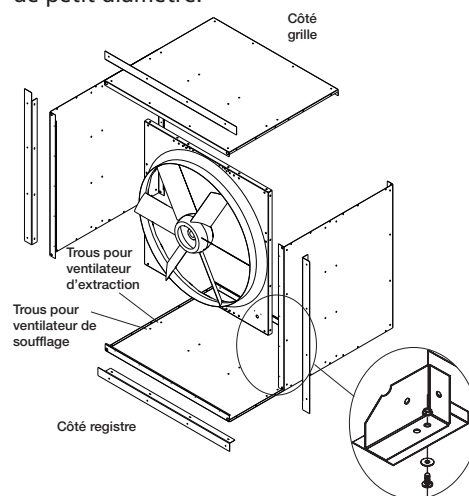

Figure 2 — Assemblage
- Déterminer si un ventilateur de soufflage ou d'extraction doit être utilisé dans le caisson mural. Deux rangées de trous sont prévues pour fixer les panneaux du caisson mural au panneau du ventilateur. Voir la Figure 2.